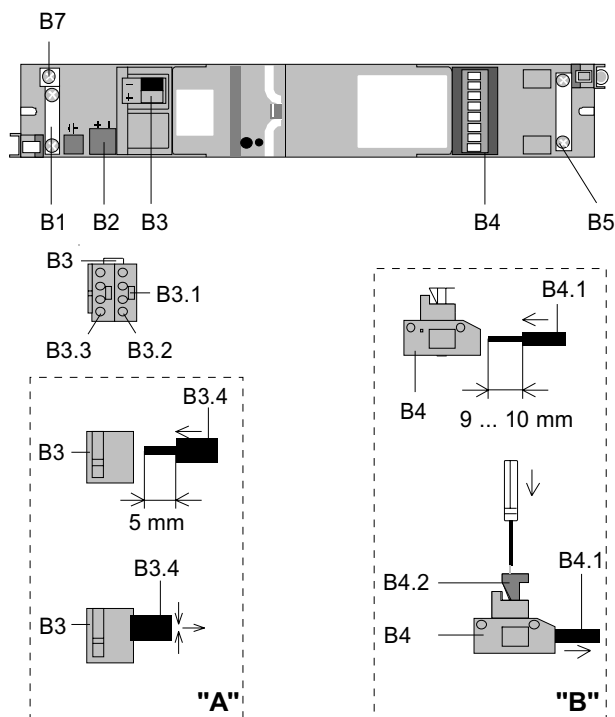

Bild 3: Anschlüsse
Busklemme abziehen (Bild 3)
Busklemme aufstecken (Bild 3)
Anschließen der Busleitung (Bild 3 "A")
- Der Leitungsmantel der Busleitung ist mit der Leitungsfixierung (B1) am Gehäuse des Einbaugerätes zu befestigen. Wird eine Leitung mit Abschirmung verwendet, kann diese an der Klemme (B7) festgeschraubt werden (Bild 3).
Die Aussparung (B2) dient zur Aufnahme eines Überspannungsschutzes. Die Anschlüsse werden parallel zu der Buslinie in die Busklemme eingesteckt (Bild 3).
Abklemmen der Busleitung (Bild 3 "A")
Eingangsstromkreise anschließen (Bild 3 "B")
- Der Leitungsmantel ist mit der Leitungsfixierung (B8) am Gehäuse des Einbaugerätes zu befestigen (Bild 3).
Werden Signalleitungen mit Abschirmung verwendet, können diese an der Klemme (B5) festgeschraubt werden (Bild 3)
Eingangsstromkreise abklemmen (Bild 3 "B")